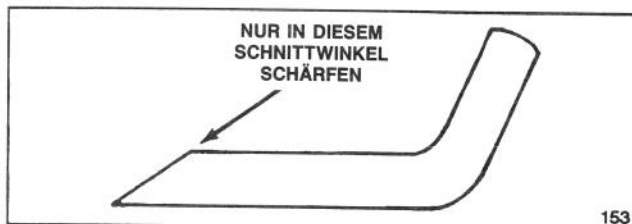

Abbildung 18
6. SCHÄRFEN DES MESSERS—Schärfen Sie die Oberseite des Messers, indem Sie den ursprünglichen Schnittwinkel bewahren (Abb. 18). Wenn gleich viel Material von beiden Schnittflächen entfernt wird, bleibt das Messer balanciert.